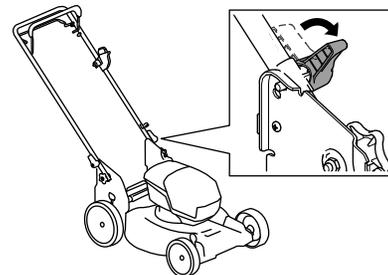

Figura 18
3. Desengate os bloqueios da pega (Figura 18).